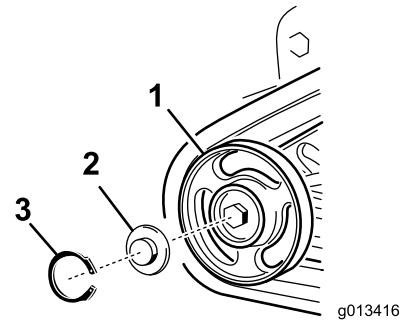

Figura 48
2. Retire la anilla a presión y el tapón de una de las ruedas de rodaje (Figura 48).
3. Compruebe la grasa que hay debajo del tapón y alrededor de la junta (Figura 48). Si está sucia, tiene arenilla o queda poca grasa, elimine toda la grasa, cambie la junta, y añada grasa nueva.
5. Coloque el tapón engrasado sobre la cabeza del perno (Figura 48).
6. Sujete el tapón de la rueda de rodaje con la anilla a presión (Figura 48).